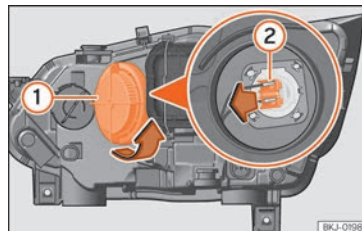

Fig. 53 Nel vano motore: lampadina per abbaglianti.
- Ruotare il coperchio ① verso sinistra ed estrarlo »»» **fig. 53**.
- Estrarre il connettore della lampadina ② tirando verso l'esterno.
- Collocare il connettore della lampadina ②.
- Collocare il coperchio ① girando verso destra.